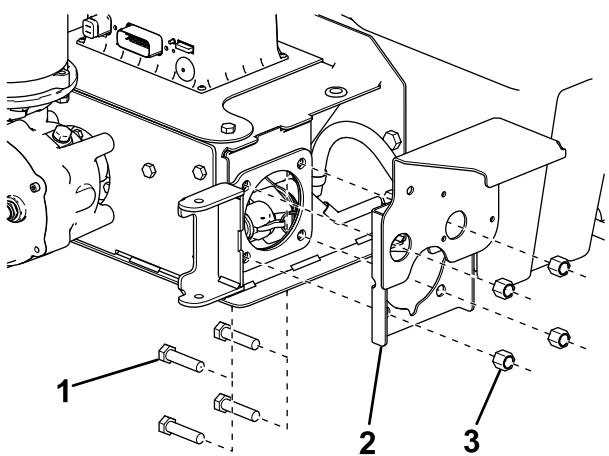

Figure 16
6. Fixez le support de la pompe à l'ensemble vis à l'aide des 4 boulons et écrous retirés précédemment (Figure 16), puis passez à l'opération 9.